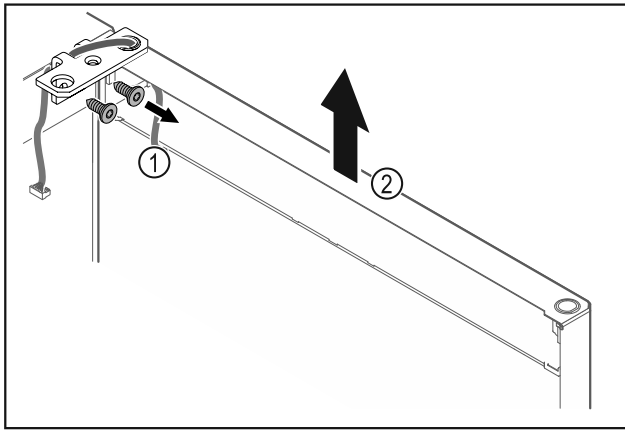

Fig. 21
- ▶ Відкрутити шарнірний кутик Fig. 21 (1).
- ▶ Дверцята з шарнірним кутиком Fig. 21 (2) приблизно на 200 мм прямо підняти вгору і зняти.